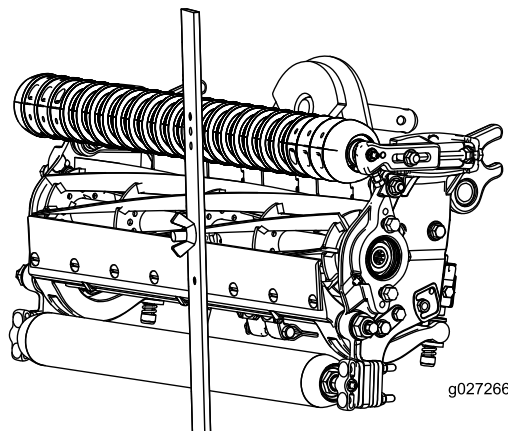

Рисунок 17
4. Зацепите головку винта за режущую кромку неподвижного ножа и приложите заднюю часть планки к заднему валу (Рисунок 17).
5. Поворачивайте регулировочный винт до тех пор, пока передний вал не коснется измерительной планки (Рисунок 17). Регулируйте оба конца валика до тех пор, пока весь вал не встанет параллельно неподвижному ножу.